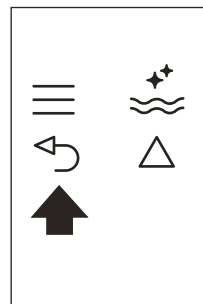

Abb. 25
- ▶ Drücken Sie die Sensortaste ↵ (B6) (Abb. 25) zweimal, um das Menü zu verlassen.
- ▶ Drücken Sie die Sensortaste $\rightarrow$ (B6) (Abb. 25) zweimal, um das Menü zu verlassen.